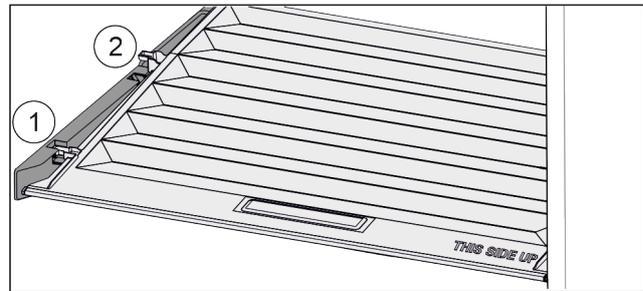

Fig. 46
- Tirare in avanti il coperchio fino all'apertura nei fermi Fig. 46 (1).
- Sollevare posteriormente dal basso e togliere verso l'alto Fig. 46 (2).